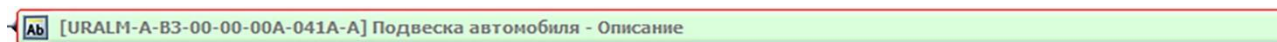

Рисунок 177
3) Введите название модуля данных (рисунок 177). Для этого: